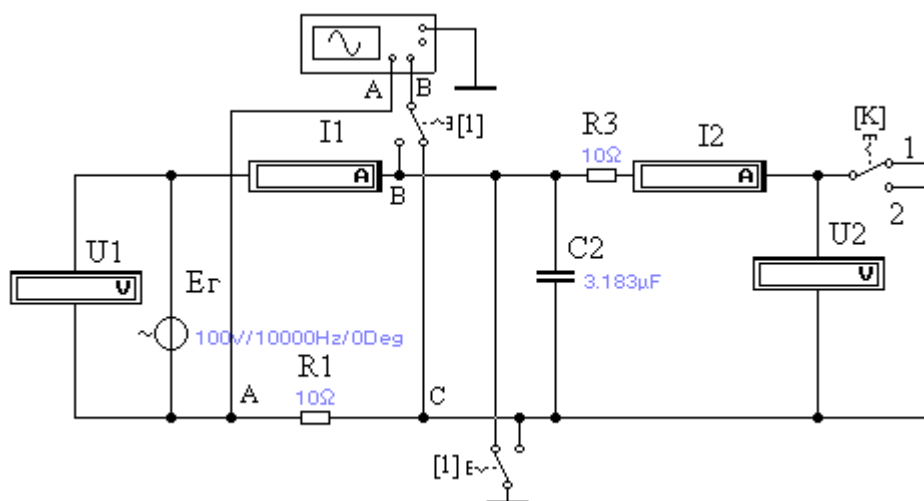

Рисунок 1
1. Собрать схему электрической цепи (рисунок 1).
7. В схеме (рисунок 1) установить **режим короткого замыкания**: переключатель «К» перевести в положение включено (нажать на клавиатуре клавишу К).